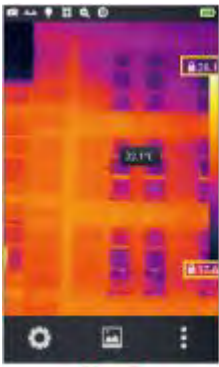
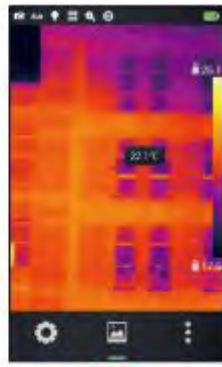

图 1
图 2
1. 实时成像界面点击调色板顶部或底部温度数据区域（如图 1 所示黄色方框区域），进入“手动调光模式”，调光参数加锁（如下图 2 所示）